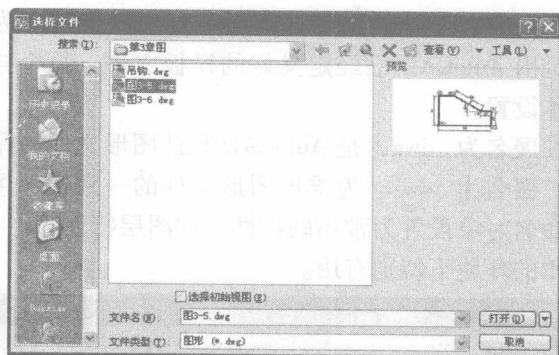

图 1-7 “选择文件”对话框
1) 选择上述方式之一，打开“选择文件”对话框，如图 1-7 所示。通过对话框的“搜索”下拉菜单选择需要打开的文件。